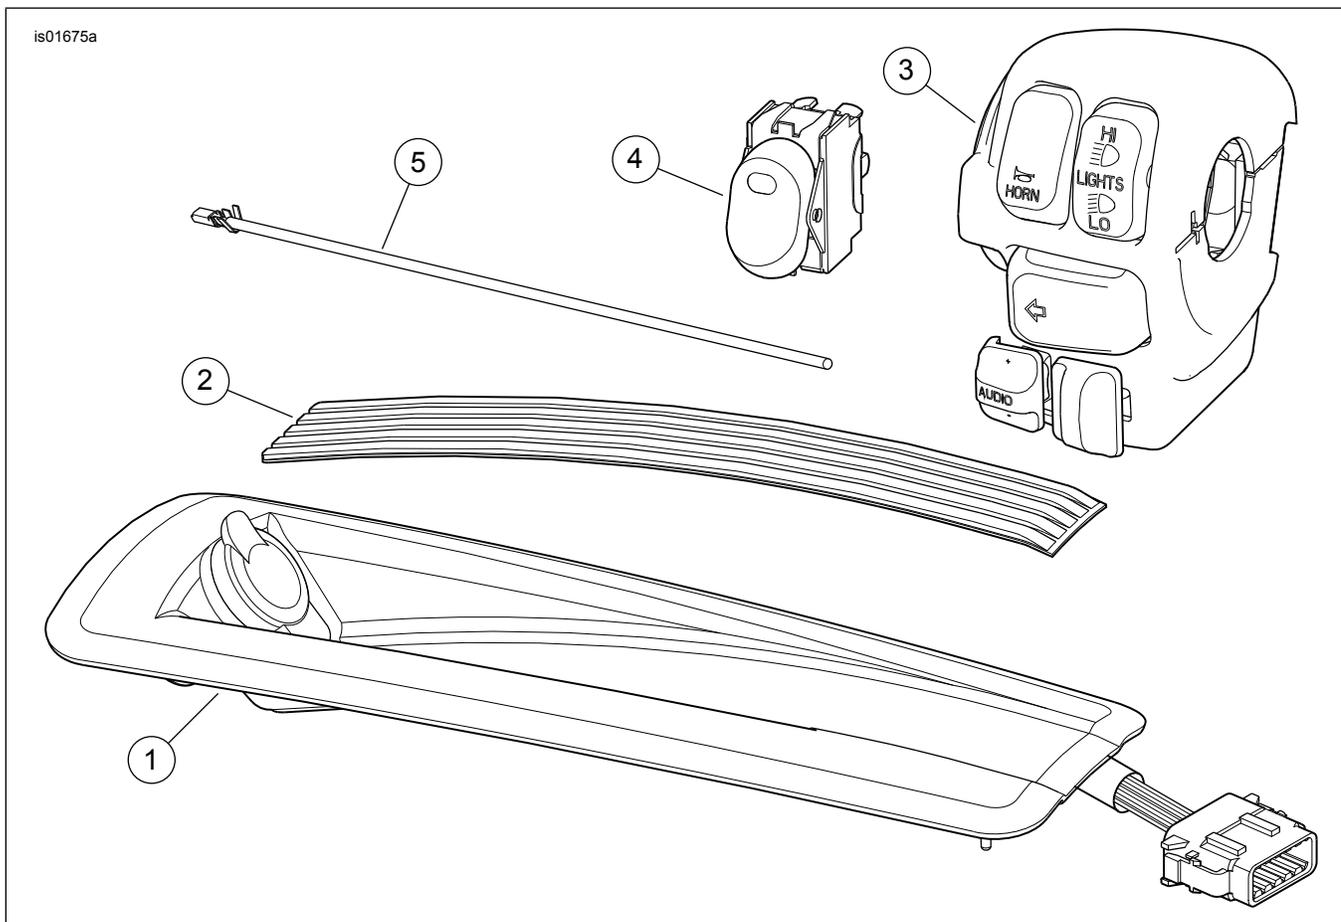

Abbildung 1. Ersatzteile, Satz 77173-08
Siehe Abbildung 1 und Tabelle 1.
4. Auf der Verkleidungskappe den Stopfen an der inneren linken Seite entfernen. Siehe Werkstatthandbuch und Abbildung 1. Den Verkleidungslautsprecher (4) wie folgt in der Öffnung einbauen: **Falls ein Geschwindigkeitsregelungsschalter vorhanden ist:** Den Lautsprecher (4) gemäß Anleitung im Werkstatthandbuch einbauen. **Falls KEIN Geschwindigkeitsregelungsschalter vorhanden ist:**
- a. Das Lautsprecher-Adapterkabel (5) aus dem Satz sowie den zum Lautsprecher gehörigen, versiegelten Stoßverbinder zur Hand nehmen.
- b. Siehe das Werkstatthandbuch. Das Adapterkabel mit der schwarz/grünen Litze des Lautsprechers (4) verspleißen.
6. Die **neue** linksseitige Lenkerschalterbaugruppe (3) aus dem Satz einbauen.